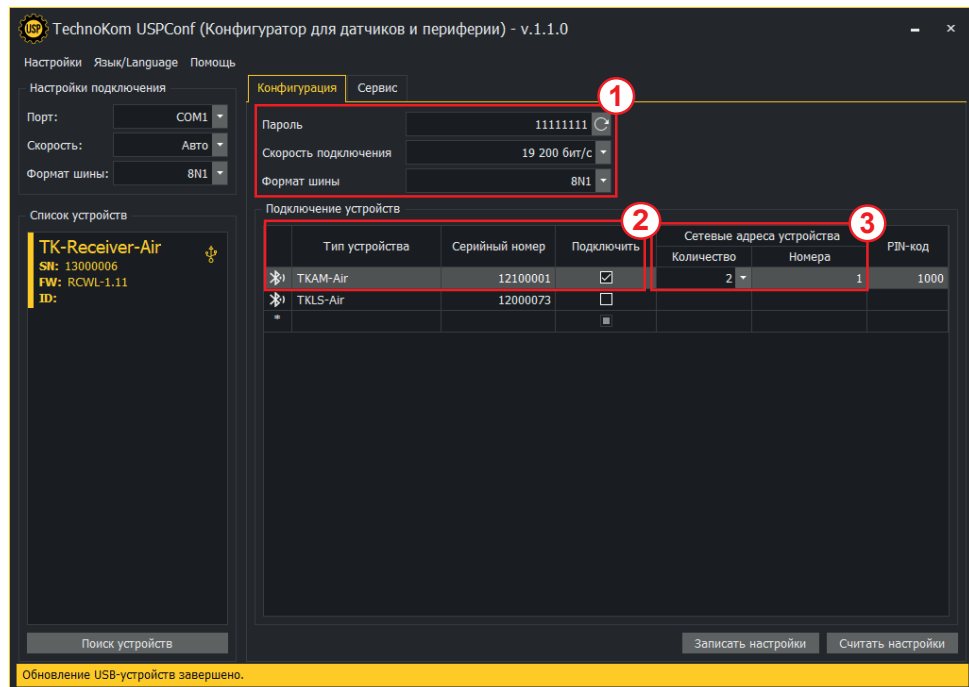

Рис.8. Конфигурирование TK-Receiver-Air для протокола LLS.
1. Установите параметры работы шины RS-485 (**Рис.8, п.1**).
2. Введите серийный номер и PIN-код беспроводного датчика, а так же включите опцию «Подключить» для выбранного беспроводного устройства (**Рис.8, п.2**).
3. Выберите значение 2 в столбце «Количество» (**Рис.8, п.3**), и определите сетевой адрес для основных данных - это значение вне круглых скобок, в столбце «Номера». Адрес второго пакета будет назначен автоматически.